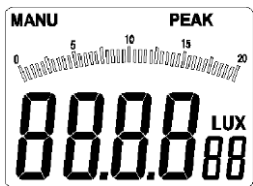

图 3-1-2B
3. 长按“REL/PEAK”键 1 秒，进入峰值测量模式，LCD 接口右上方显示“PEAK”字样，同时 LCD 左上方显示“MENU”字样（如图 3-1-2B 所示）；